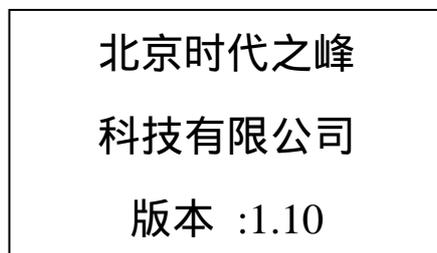

图 3
2. 按住 $\text{\textcircled{1}}$ 键直到屏幕出现显示，屏幕显示过程（如图 3、图 4 和图 5）：